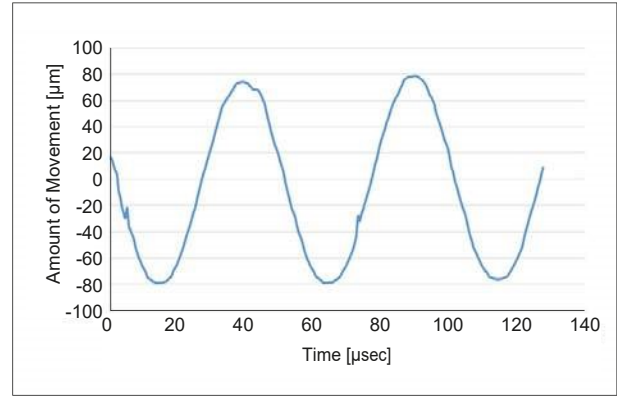
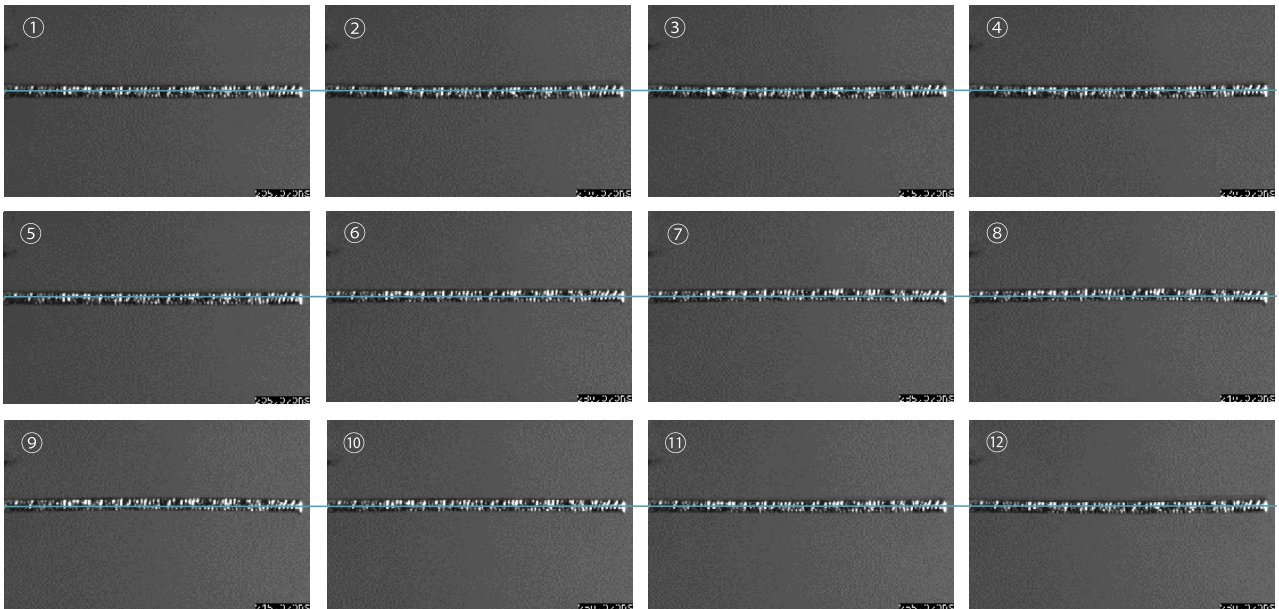

图 6 样品的位移量与时间关系曲线
图 5 高速摄影捕捉图像
超声波信号经过喇叭的放大作用与样品之上，使样品产生了弯曲振动，高速摄像机的拍摄速度设置为 200 万帧 / 秒，可以以每周期 100 帧的速度拍摄到样品的振动周期，并获取其实验图像数据。图 5 为一系列捕获的图像。穿过图 5 图像的蓝线位于图像 (1) 中样本的中心。当图像从 (1) 移动到 (3) 时，样本的中心部分向下移动。然后，试样的中心部分向上移动，在图像 (9) 处达到最大值。从图像 (9) 开始，样本中心再次下降，在图像 (11) 处返回到与图像 (1) 相同的位置。由此，确定试样的振动周期为 20 kHz (1-12 图像间隔为 0.0005sec)。此外，从图 5 中可以看出，尽管由于试样中心的移动试样会偏离中心线，但由于试样处于二阶弯曲模式，试样尖端不会移动太多。将图像处理软件应用于采集的图像，可以确定试样的移动范围。在这里，我们确定了样本中心部分的移动量。图 6 显示了时间与试样中心移动量之间的关系。此外，根据图 6，确定弯曲试验中的振幅约为 80 μ m，并且确定振动频率为 20 kHz。